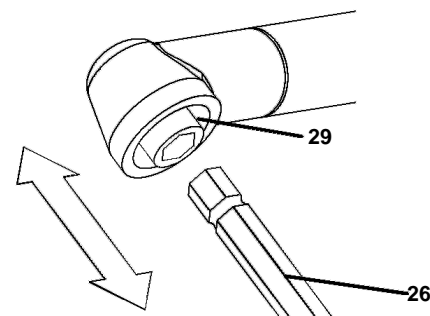

Abb. 17 Werkzeugwechsel WAS
Die Werkzeuge (26) lassen sich einfach aufstecken und abnehmen. (siehe Abb. 17)